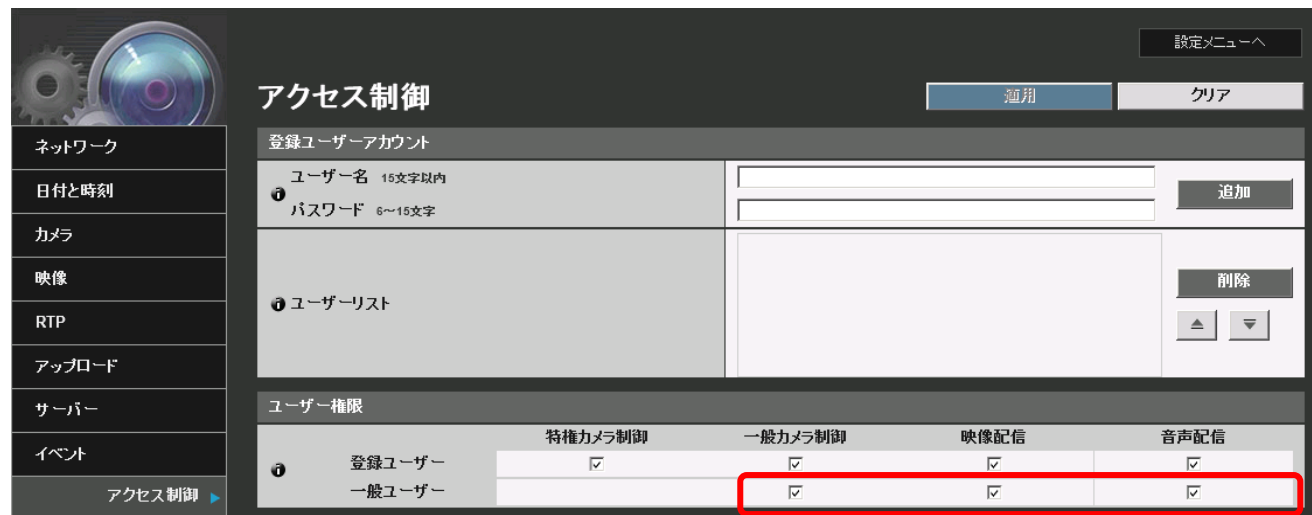

図4 ユーザー権限の設定
- (1) アクセス制御メニュー (またはユーザー管理メニュー) 内のユーザー権限において、一般ユーザへ一般カメラ制御と映像配信を許可するチェックボックスから、チェックを外さないでください。(図4)